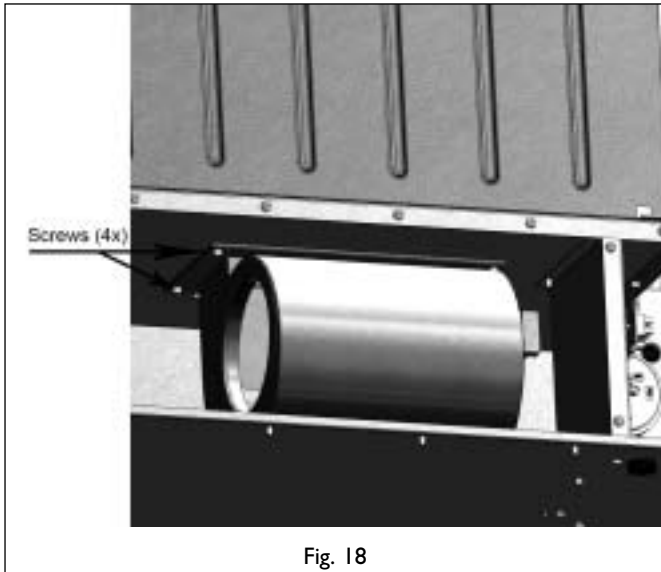

Fig. 18
- Retirez les 4 vis des chapeaux de douille qui sont utilisées pour monter le ventilateur (voir la fig. 18).